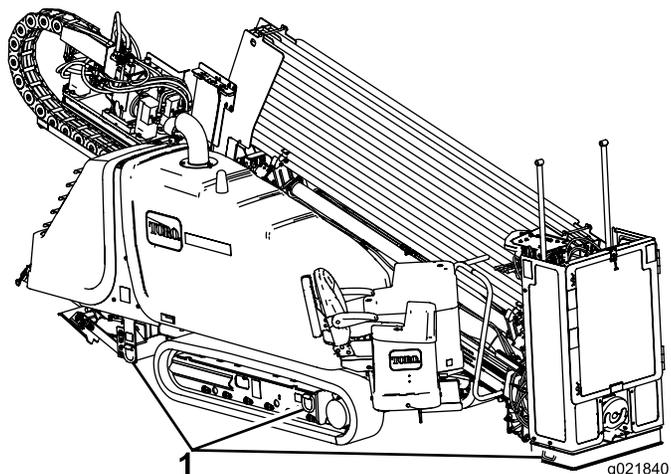

Figura 36
8. Usando correntes e cintas com resistência adequada, prenda os anéis nas lateiras da esteira esquerda e direita e da placa de ancoragem ao reboque (Figura 36).